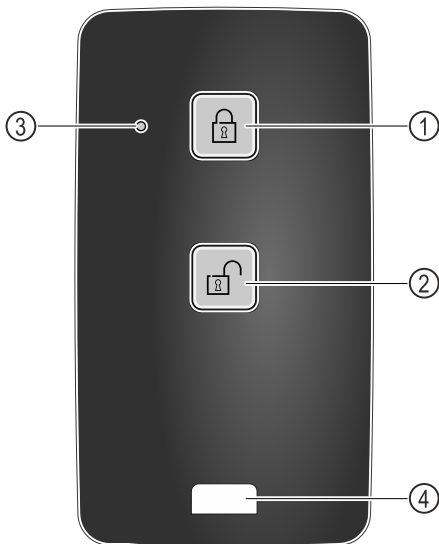

Fig. 249
- (1) Заблокировать замок
- (2) Разблокировать замок
- (3) Светодиод состояния
- (4) Крепежная проушина
- ▶ Нажмите кнопку Fig. 249 (1) на пульте дистанционного управления.
- ▶ Нажмите кнопку Fig. 249 (2) на пульте дистанционного управления.
- ▶ Светодиод состояния Fig. 249 (3) при нажатии на кнопку выдает оптический ответный сигнал.
- ▶ Проушина Fig. 249 (4) для закрепления пульта дистанционного управления, например, на связке ключей.